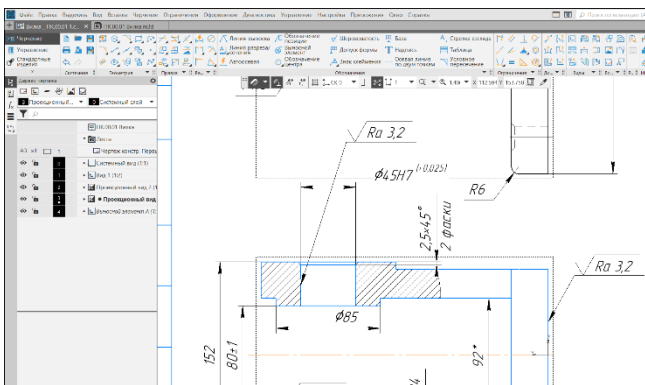

Рисунок 247 – Шероховатость на линии-выноске
- Вид, на котором выполняется команда Шероховатость, ДОЛЖЕН БЫТЬ АКТИВНЫМ (Рисунок 247);
- Поставим шероховатость на линию-выноску к отверстию диаметром 45 мм. (см. Шероховатость на линии-выноске) (Рисунок 247);